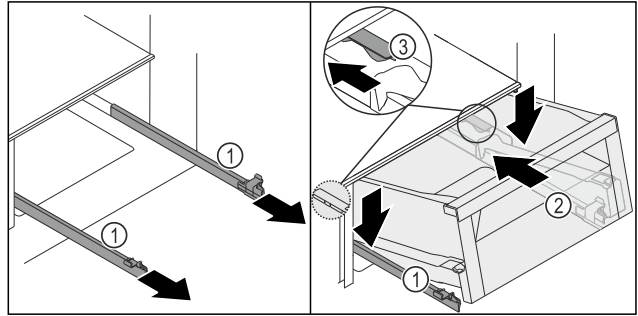
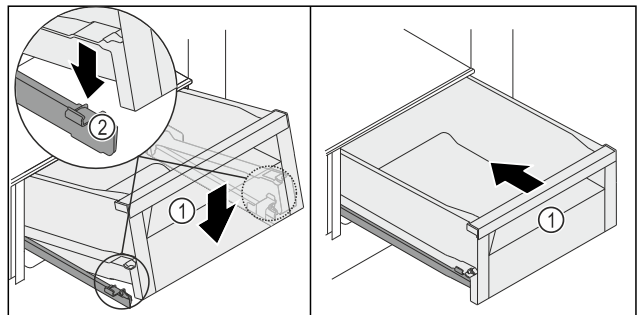

Fig. 171
Fig. 172
- Міцно тримаючи рейки Fig. 171 (1), установіть висувний ящик Fig. 171 (2) зверху за обмежувачем Fig. 171 (3) на рейки Fig. 171 (1).
- Всуňte висувний ящик Fig. 171 (2) на рейках Fig. 171 (1) до упору назад.
- Опустіть висувний ящик Fig. 171 (2) спереду так, щоб він увійшов у затискач Fig. 172 (2) ліворуч і праворуч.
- Висувний ящик Fig. 172 (1) чутно зафіксується з характерним звуком.
- Всуňte висувний ящик Fig. 172 (1).